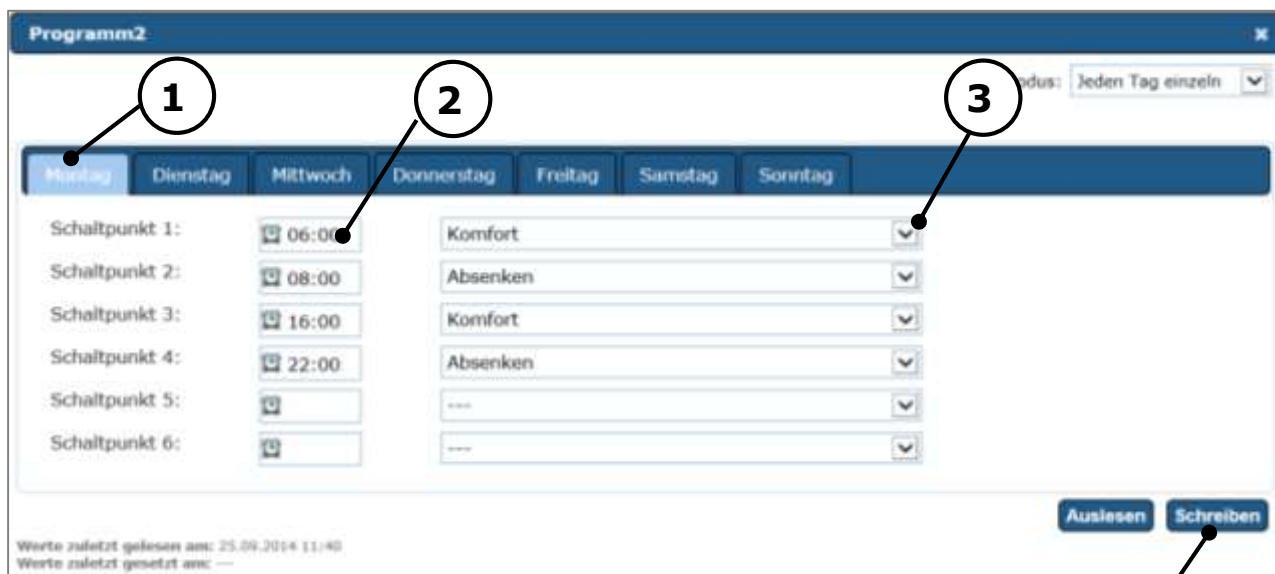

Abb. 19: Programmierung Schaltzeiten
3. Den zu programmierenden Tag aufrufen (Abb. 19 Pos.1).
4. Die Schaltzeit definieren (Abb. 19 Pos.2)
5. Und die gewünschte Temperatur (Absenk- oder Komforttemperatur) wählen (Abb. 19 Pos.3)
6. Zum Speichern der Schaltpunkte die Schaltfläche **Schreiben** anklicken (Abb. 19 Pos.3).